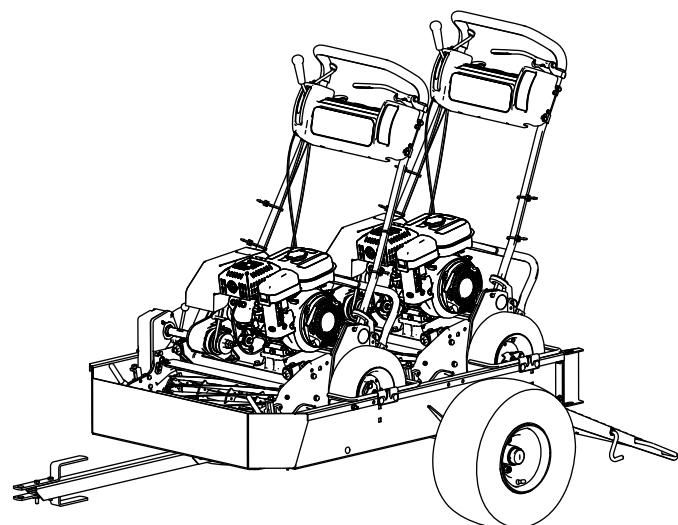

Figura 7
**Nota:** Utilizzate il primo set di aste delle ruote come fermo per la seconda macchina (Figura 7).